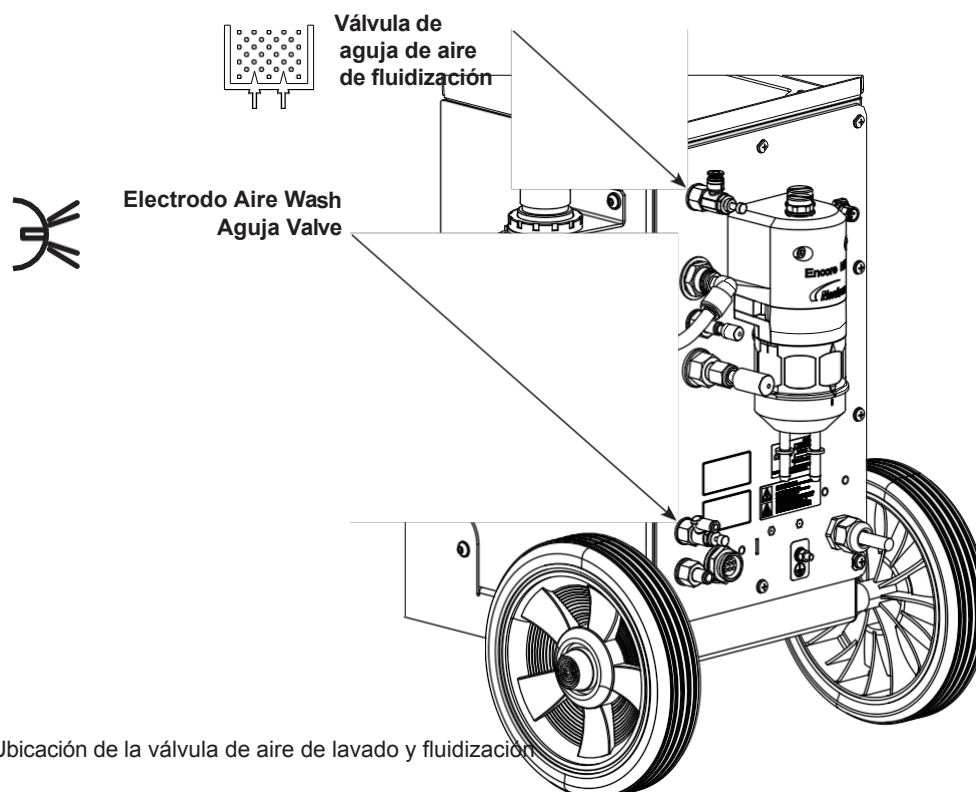

Figura 4-2 Electrodo Ubicación de la válvula de aire de lavado y fluidización
Véase la figura 4-2.
Véase la figura 4-2. El aire de lavado del electrodo lava continuamente el electrodo de la pistola pulverizadora para evitar que se acumule polvo en él. El aire de lavado del electrodo se activa y desactiva automáticamente cuando se activa y desactiva la pistola pulverizadora.
- a. Consulte la figura 4-2. Ajuste el aire de fluidización  de forma que el polvo alrededor del tubo de recogida se fluidice sin soplar polvo fuera de la caja. Al disparar la pistola, se enciende el motor vibrador. Dependiendo del ajuste de la función del motor vibrador, el motor lo hará:
- a. Véase la figura 4-2. Utilice la válvula de aguja del aire de fluidización  para ajustar la presión del aire de fluidización de forma que la presión sea la suficiente para que el polvo de la tolva "hierva" suavemente. El aire de fluidización hace que el polvo aumente de volumen.